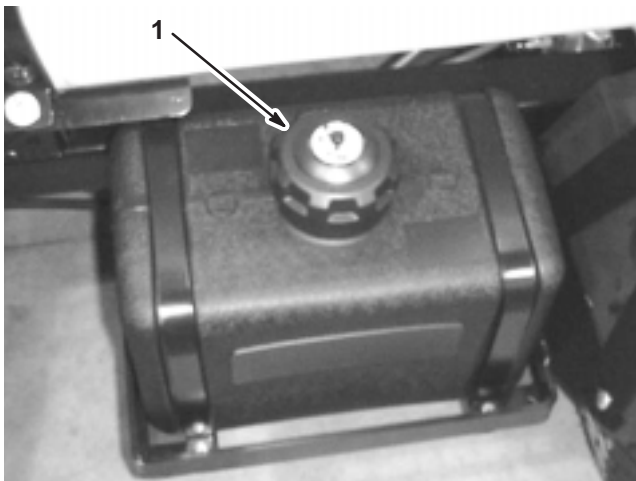

Figure 7
2. Nettoyez la surface autour du bouchon du réservoir de carburant (Fig. 7).